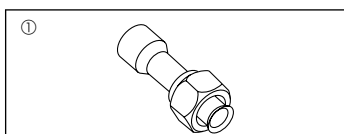

Fig. 1-1
1.6. Accesorios de la unidad exterior (Fig. 1-1) (HRP200)